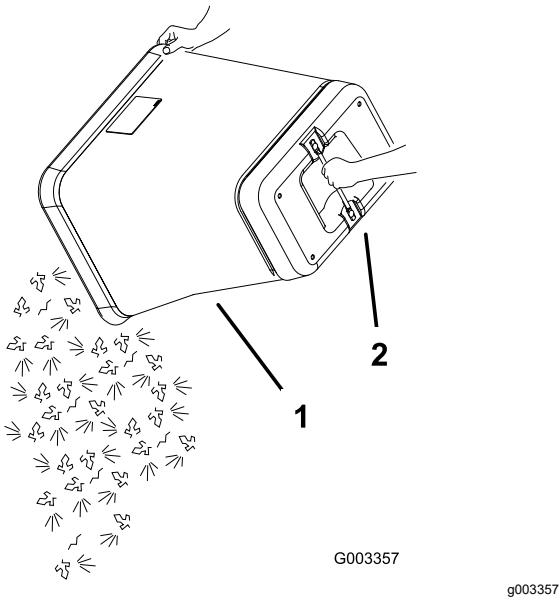

Bild 39
6. Fassen Sie den Griff unten am Grasfangkorb an und drehen den Grasfangkorb zum Entleeren um (**Bild 39**).